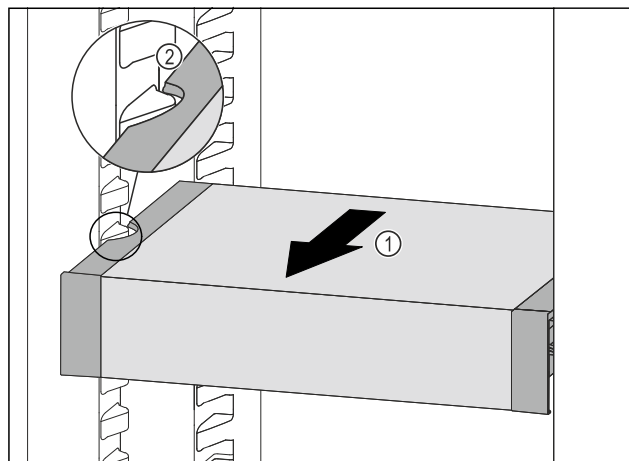

Fig. 97
- Изтеглете VarioSafe напред Fig. 97 (1), докато страничните прорези на VarioSafe се намират на височината на реброто на съда в хладилната част. Fig. 97 (2)